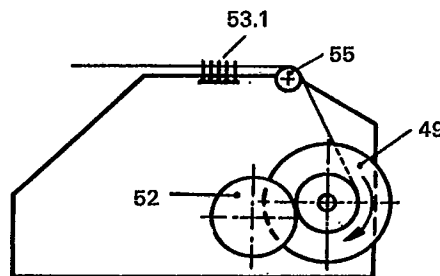

FIGURE 8 / ФИГУРА 8
33.3.2 beam warping machine with direct drive (see figure 8): Machine with axially driven beam.
ourdissoir classique avec entraînement direct (voir figure 8): Machine avec commande axiale de l'ensouple.